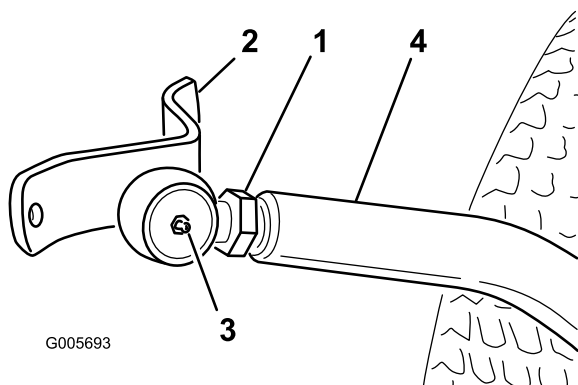

Figura 19
- Aparafuse a rótula esférica no braço direito até o centro da rótula esférica ficar 60 mm afastado da parte da frente do braço (Figura 19). Não aperte a porca de segurança.